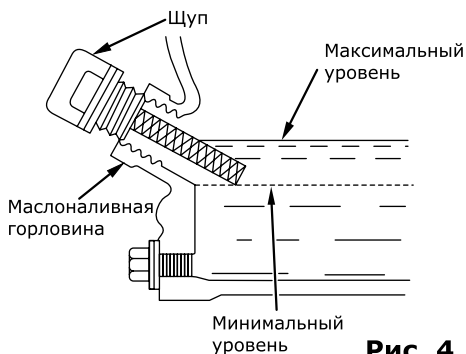

Рис. 4
- отверните и извлеките масляный щуп, проверьте уровень масла, медленно долийте масло до нужного уровня по меткам на щупе или краю маслосливной горловины (рис. 4);